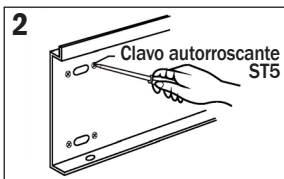

Figura 2
2. Al instalar en una pared blanda, como una tabla de madera, use un clavo autorroscante ST5 para fijar la tabla de instalación en la pared, como se muestra en la Figura 2.